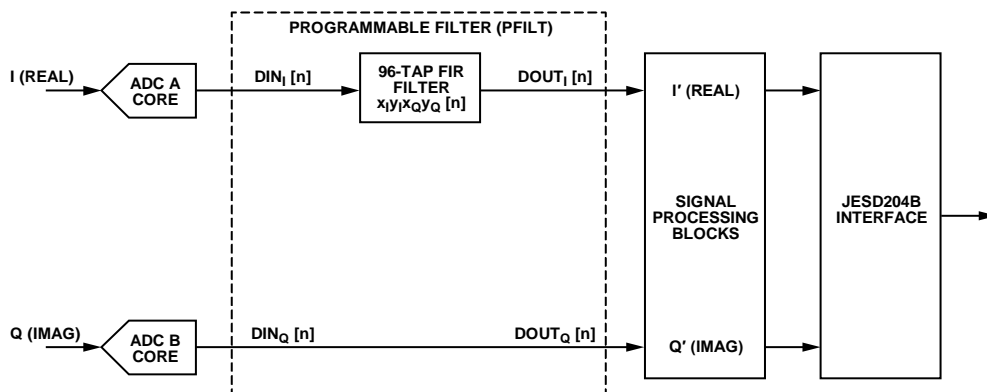

図 80. 96 タップ実数フィルタ構成
- I チャンネルまたは Q チャンネル用の 96 タップ実数フィルタ (図 80)